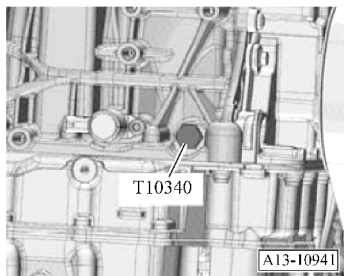

图 1-134 T10340 - 拧入气缸体中
10) 拧出气缸体上的“上止点”孔的螺旋塞。将固定螺栓 T10340 拧入气缸体中, 直至限位位置, 接着用 $30\text{N} \cdot \text{m}$ 的力矩拧紧, 固定螺栓 T10340 现在紧贴曲轴侧面如图 1-134 所示。沿发动机运行方向转动曲轴, 直至限位位置用固定螺栓 T10340 将曲轴卡止在气缸 1 的活塞“上止点”处, 使曲轴不能转动。